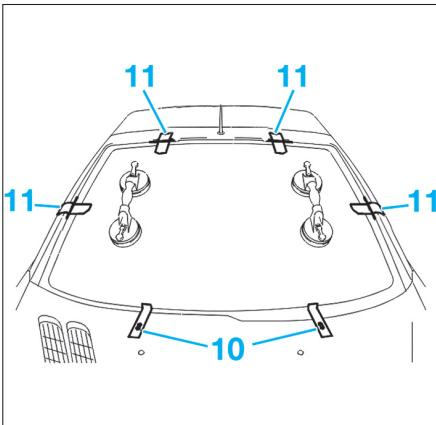

FIG. 5
- Fixer des cales de maintien (10) (Fig.5) pour soutenir et positionner le pare-brise lors de la repose.
- Poser des adhésifs (11) en (témoins pour le positionnement définitif de la vitre).